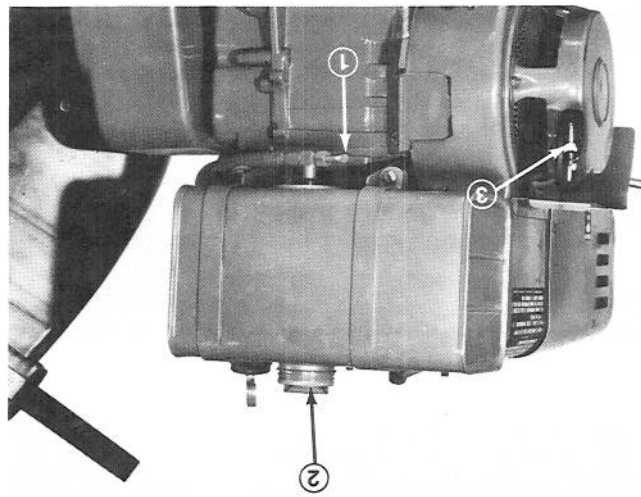

Figure 23
6. Saisissez la poignée du démarreur à rappel (Fig. 23) et tirez-la lentement jusqu'à ce que vous
Robinet interrupteur d'essence (Fig. 23). Fermez le robinet pour arrêter le débit d'essence du réservoir, et ouvrez-le pour faire couler l'essence au carburateur.
Démarreur à rappel ou rembobinage (Fig. 23) — Tirez le démarreur à rappel pour faire démarrer le moteur.